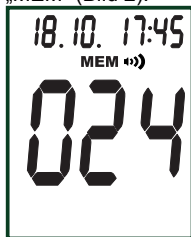
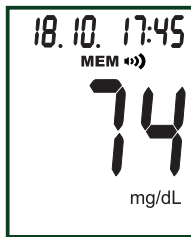

Bild 1
Bild 2
- 2 Das Anfangs-Display wird kurz angezeigt. „MEM“ und die Anzahl der gespeicherten Blutzuckertests werden kurz angezeigt (Bild 1). Danach wechselt die Anzeige Speicherwert mit Messeinheit, Datum, Uhrzeit und „MEM“ (Bild 2).